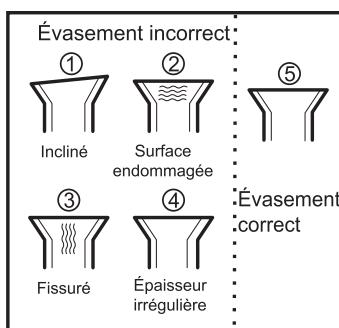

Fig. 7
- 3) Évasez les tuyaux ; Insérez la sortie du tuyau dans l'écrou en cuivre avant d'évaser le tuyau. Assurez-vous que le trou est plan avec une surface correcte et une épaisseur régulière. (Fig. 7).